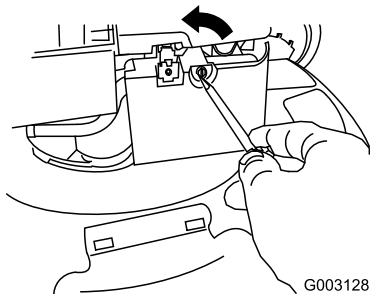

Figure 35
2. Ouvrez le couvercle du filtre à air avec un tournevis (Figure 35)